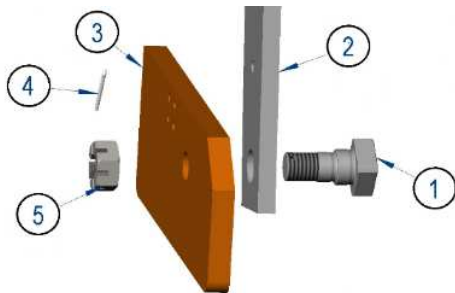

Figura 7.21: Movimiento del brazo de accionamiento
El brazo del buje de cortocircuito debe fijarse con un eje, una tuerca de castillo y un perno de bloqueo. La tuerca castillo (5) debe apretarse para que el brazo (2) no quede trabado, permitiendo su movimiento libre en la dirección radial. Vea la Figura 7.21.
#### Leyenda de la Figura 7.21